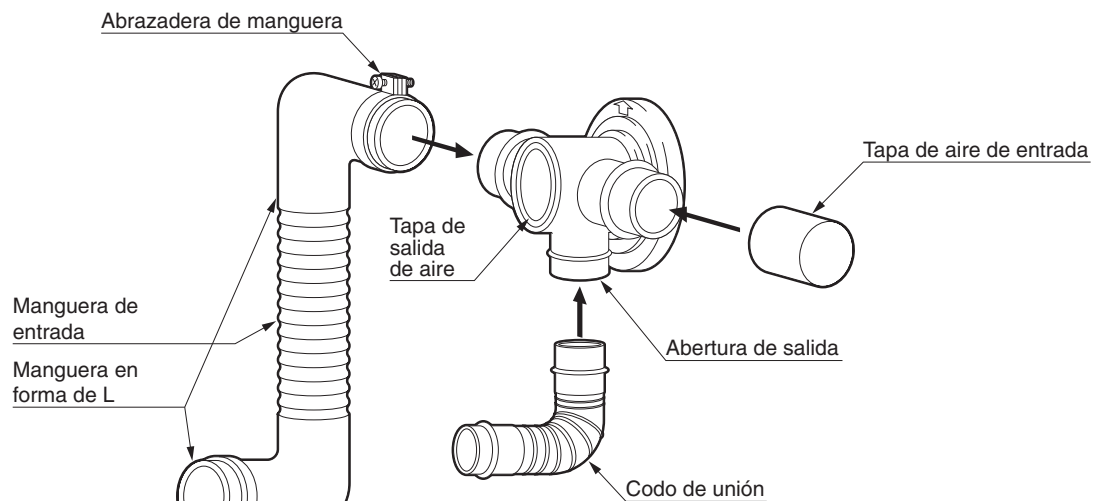

Figura 9
5. Inserte el codo de unión en la abertura de escape del conducto de humos. Corte la manguera de entrada a la longitud deseada si fuera necesario. Acople la manguera en forma de L a cada extremo de la manguera de entrada y acople la manguera en forma de L a la abertura de entrada del conducto de humos. Asegure la manguera en forma de L a la abertura de entrada con la abrazadera de manguera. Conecte el tubo de escape sin usar y la abertura de entrada con las tapas dispuestas en la estufa. Asegúrese de que las tapas encajen firmemente en la abertura (ver Figura 9).